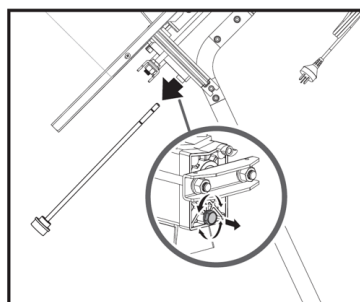

Fig. 16a
2. Rimuovere il bullone di scarico dell'olio (9). Fare riferimento alla Fig. 16a.